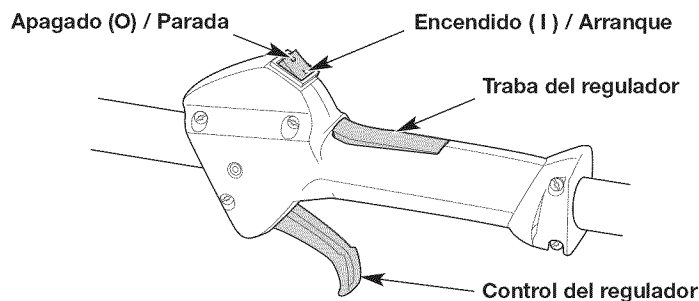
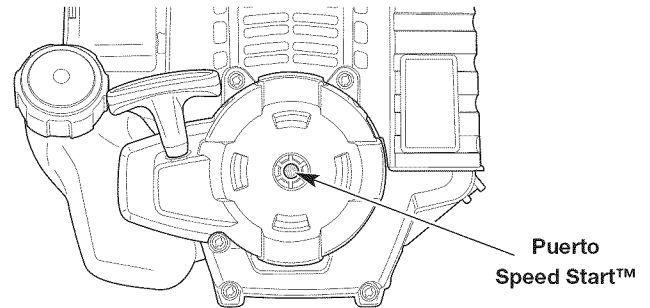

Fig. 9
Fig. 13
NOTA: No hay necesidad de encender la unidad. El interruptor de Encendido/Apagado debe estar en la posición ENCENDIDO (I) en todo momento (Fig. 9).
6. **NO** oprima el control del regulador (Fig. 9). Tire de la cuerda con movimiento controlado y firme hasta que la unidad arranque (Fig. 12).
2. Oprima y no suelte el interruptor de control de Encendido y Apagado en la posición APAGADO (O) hasta que el motor se detenga por completo (Fig. 9).
NOTA: No hay necesidad de encender la unidad. El interruptor de Encendido/Apagado debe estar en la posición ENCENDIDO (1) en todo momento (Fig. 9).
6. **NO** oprima el control del regulador (Fig. 9). Coloque el accesorio Speed Start™ en el puerto Speed Start™ (Fig. 13). Consulte la sección *Operación* del manual del operador del accesorio Speed Start™.